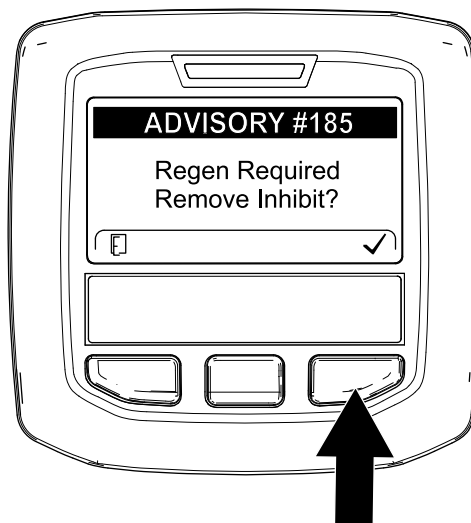

Figura 46
**Notă:** Dacă opțiunea INHIBIT REGEN (Inhibare regenerare) este setată la PORNIRE, InfoCenter afișează ADVISORY #185 (recomandarea nr. 185) (Figura 46). Apăsai butonul 3 pentru a modifica setarea de inhibare a regenerării la OPRIRE și pentru a continua cu regenerarea de resetare.